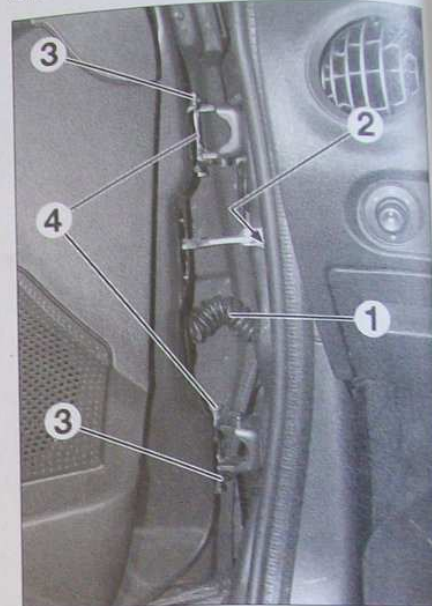

FIG. 30
- Décliper et débrancher le connecteur électrique (1) de la porte (Fig.30).
- la vis de fixation (2) du limiteur d'ouverture sur le pied de caisse.
- les agrafes (3) des axes de charnières.
- Maintenir la porte à l'aide d'un autre opérateur, puis déposer les axes de charnières (4) en les chassant.